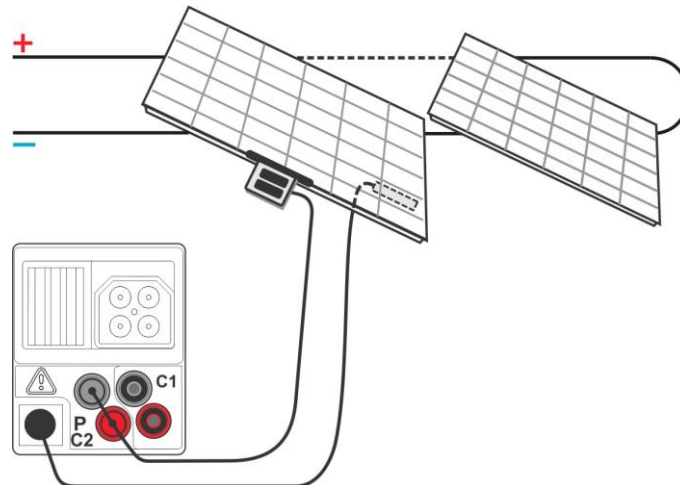

Abbildung 6.18: Messung der Umgebungsparameter
- **Schließen** Sie die Umgebungssensoren an das Prüfgerät an (siehe Abbildung 6.18).